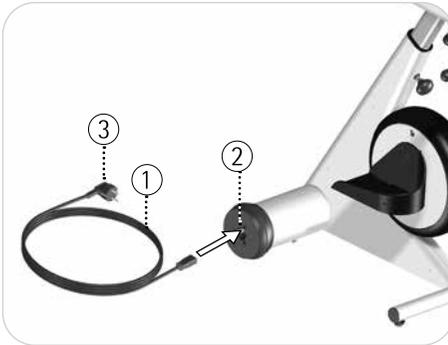

Abb. 4.7
siehe Abb. 4.7 Schließen Sie die Netzanschlussleitung ① zuerst an den Kaltgerätestecker ② in der Radnabe Ihres MOTomed an. Achten Sie dabei auf festen Sitz des Anschlusses. Stecken Sie dann den Netzstecker ③ der Netzanschlussleitung ① in eine Netzsteckdose in Ihrer Räumlichkeit. Die Netzsteckdose muss frei zugänglich sein, damit das MOTomed ohne Hindernis aus- und eingesteckt werden kann.